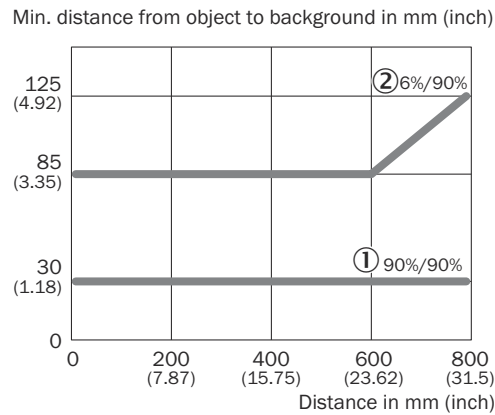

Abbildung 5: Mindestabstand Objekt zu Hintergrund
5. Schaltabstand und Distanz zum Objekt bzw. Hintergrund, sowie Remissionsvermögen des Objektes beachten. siehe Abbildung 5, Seite 11